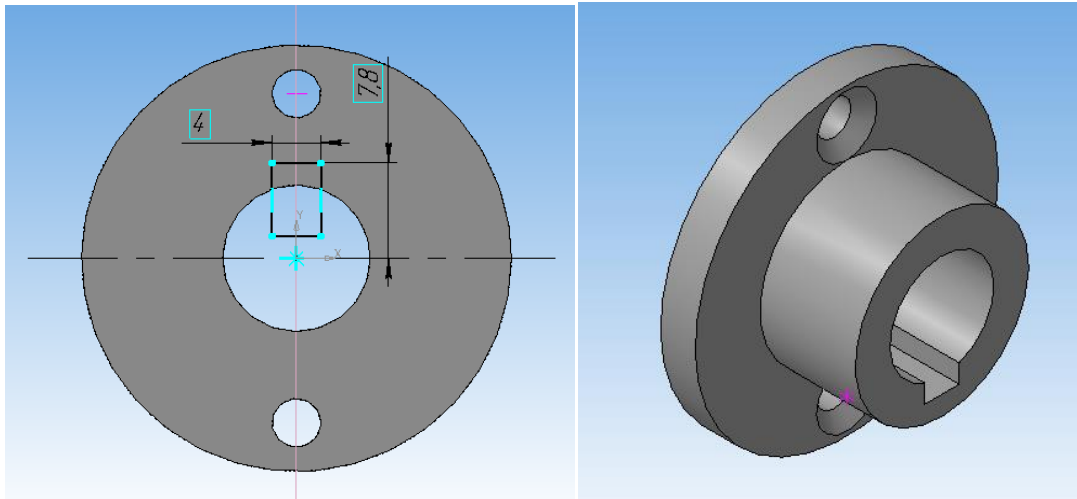

Рисунок 83.
7. Выйдя из эскиза, вырежьте выдавливанием с опцией – «Через все». Получим модель шпоночного паза (рисунок 83).